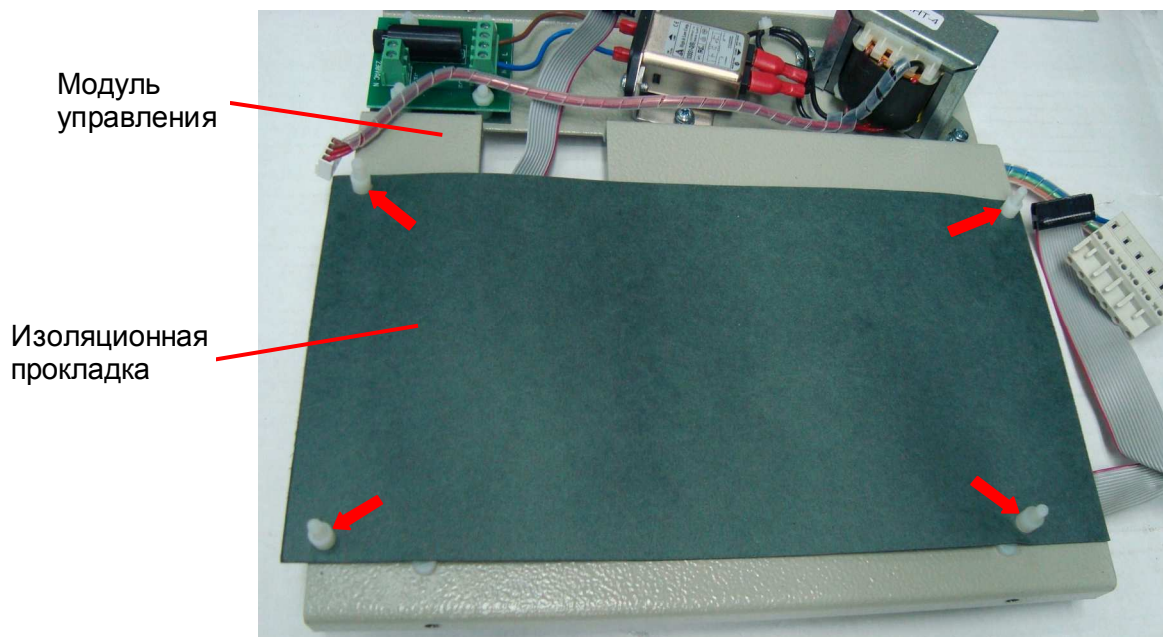

Рис. 7.23
7.9.1. Установить изоляционную прокладку на пластмассовые винты, закрепленные в модуле управления (рис. 7.23).
7.9.2. Надеть на винты пластмассовые втулки (рис. 7.23, красные стрелки).